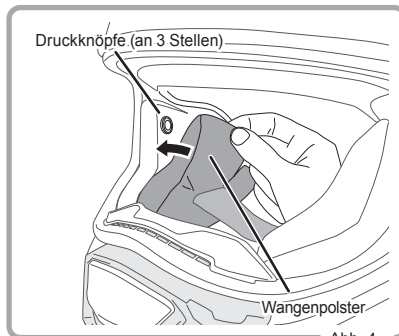

Abb. 4
5. Die 3 Druckverschlüsse schließen. (Abb. 4)